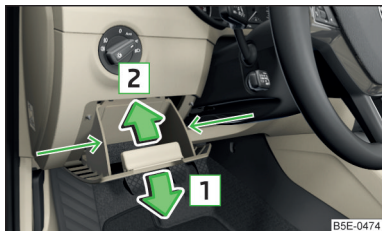

Fig. 238
- Attrapez le vide-poches sur le côté au niveau des flèches » fig. 238.